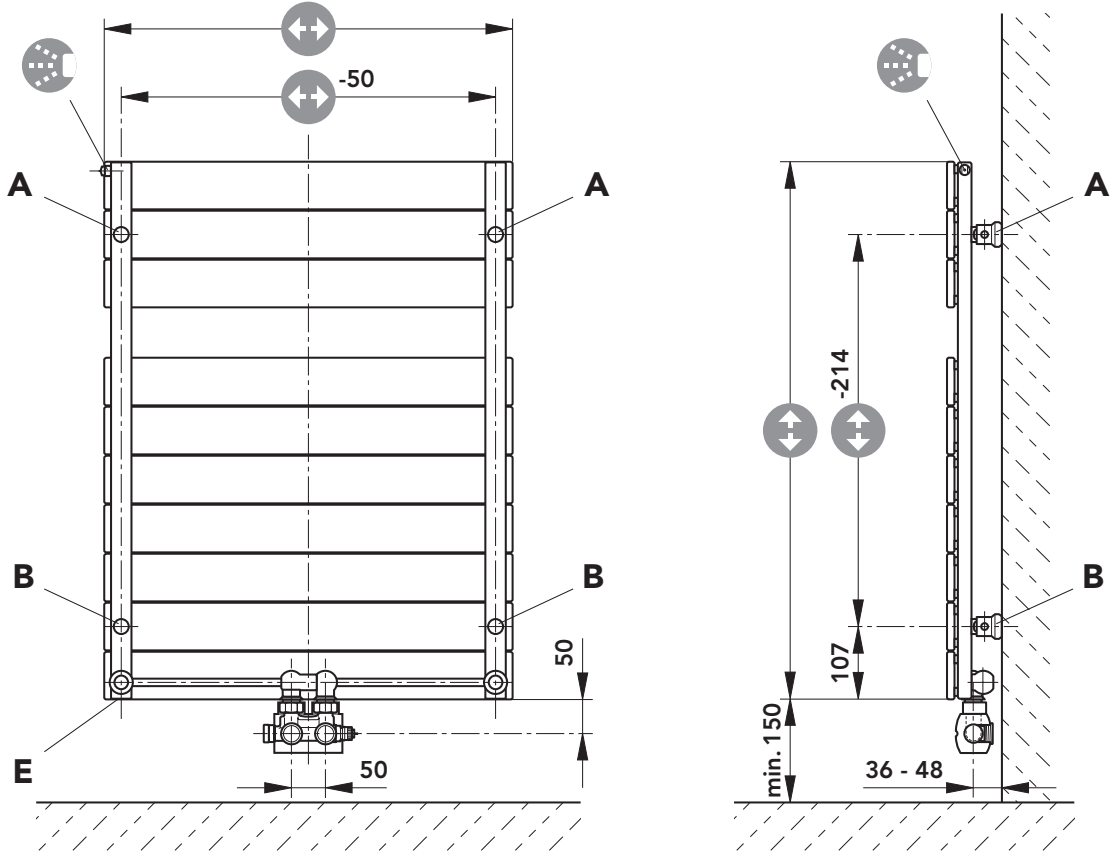

Abb. 2
Aufstecken der beige packten Blechmuttern 1 auf die Montagestützen 2 (Abb. 2). Anreißen, bohren der Löcher Position A - Bohrer  $\varnothing 10$  - und setzen der Dübel entsprechend den Aufhängungsmaßen - (Abb. 1). Für eine sehr solide Wandmontage wird empfohlen, auch die Wandfüße Position B an die Wand zu schrauben. Erfolgt dies nicht, dann dienen die Wandfüße Position B als Distanzierungen.
**Messen Sie bitte vorher zur Heizkörperidentifizierung die Abstandsmaße der Montagestützen 2 (Abb. 1 u. Abb. 2) nach.**
Nach Bedarf (Wandbeschaffenheit) sind die beige packten Kunststoffbeilagen 3 auf die Wandfüße 4 zu kleben (Abb. 2). Bitte auf saubere Klebestellen achten.
Place the sheet metal screws 1 provided on the mounting connections 2 (Abb. 2). Mark and drill the holes position A - drill  $\varnothing 10$  - and position the dowels according to the suspension dimensions - (Abb. 1). To ensure solid wall fitting for valve radiators we recommend that the wall feet B are screwed to the wall. If this is not done, the wall feet B act as spacers.
If necessary, (wall condition) stick the transparent plastic shims 3 provided onto the wall feet 4. (Abb. 2). Please ensure that the adhesion surfaces are clean.
Fixation des écrous en tôle 1 aux tubulures de montage 2 (**Abb. 2**). Traçage et perçage des trous position A -perceuse  $\varnothing 10$  et pose des chevilles en fonction des mesures de suspension (**Abb. 1**). Pour une fixation au mur très solide des radiateurs à soupape, il est recommandé de fixer également les supports muraux position B au mur. Autrement, les supports muraux en position B font office d'espacements.
Au besoin (en fonction de l'état du mur), coller les cales en plastique 3 transparentes incluses à la livraison aux supports muraux 4 (**Abb. 2**). Veuillez à ce que les emplacements de collage soient propres. Fixation et ajustage horizontal et au besoin vertical des supports muraux supérieurs et inférieurs s'il y a lieu, en veillant à ce que les alésages 5 des supports muraux soient situés à l'extérieur. Les vis de fixation 6 doivent être placées au centre des trous longitudinaux des supports muraux. (Nous recommandons de vérifier l'espacement des supports muraux avant la fixation du radiateur au mur.) Dans le cas où on utiliserait les supports muraux inférieurs B en tant qu'espacements, fixer ces derniers aux tubulures de montage 2 à l'aide des vis 7. Fixer le radiateur au mur en reliant les tubulures d'assemblage supérieures 2 (éventuellement aussi les tubulures de montage inférieures) aux supports muraux A et éventuellement B à l'aide des vis 7. La distance d'avec le mur peut être modifiée grâce au trou longitudinal des tubulures d'assemblage. La plaquette amovible 8 de l'ouverture longitudinale située sur le support mural permet le réglage vertical et horizontal des supports muraux, dans le cas où les raccords hydrauliques ne correspondraient pas exactement. Pour le raccord hydraulique, utiliser la robinetterie de raccord cijoints et respecter les instructions de montage appropriées.
Nasadki metalowe 1 osadzić we wsporniki montażowe 2 (**Abb. 2**) - oznaczyć żądaną pozycje A i B. Za pomocą wiertła  $\varnothing 10$  wywiercić otwory i zamontować w nich kołki rozporowe (**Abb. 1**).
**W celu bezproblemowej instalacji należy bardzo dokładnie zmierzyć odstęp między wspornikami 2 (Abb. 1 i Abb. 2)**
W razie potrzeby, zależnie od stanu ściany, można wykorzystać załączone do zestawu elementy wspomagające montaż z tworzywa sztucznego 3 i nakleić na wsporniki 4 (**Abb. 2**).